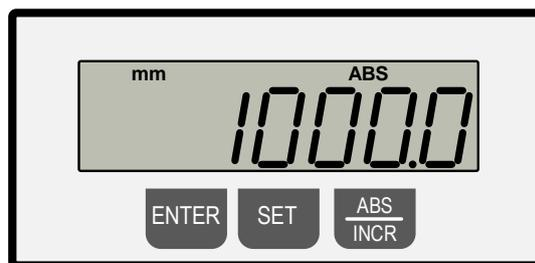

Figure 61 : exemple de mesure de référence enregistrée
- Appuyer simultanément sur **ENTER + SET** et les maintenir enfoncés → La mesure de référence enregistrée s'affiche. Dans notre exemple, il s'agit de la valeur « **1000,0 mm** » (voir ⇒ Figure 61).
- Le réglage est terminé (voir ⇒ Figure 61).